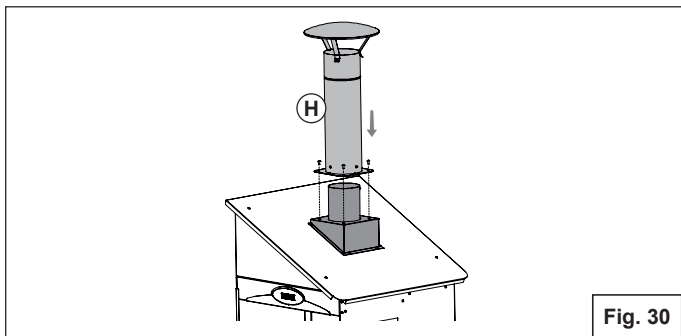

Fig. 30
Una volta finito, rimontare il tettino del forno e posizionare il comignolo del grill (H), utilizzando le viti in dotazione per bloccarlo alla base (Fig.30).